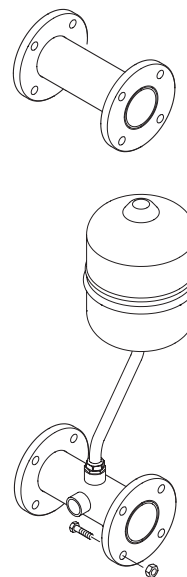

Рис. 6
**1.9 ОПИСАНИЕ НАБОРА СОЕДИНИТЕЛЬНЫХ МУФТ КОМПЕНСАТОРА код 8101534 (заказывается отдельно) (рис. 6)**